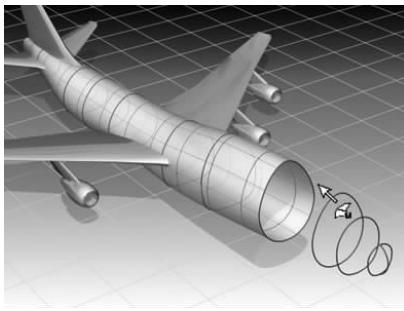

图 5-77 创建 U 向放样曲面▲
- **□(创建 U 向放样曲面)**: 穿过多个曲线子对象插入一个曲面, 如图 5-77 所示。